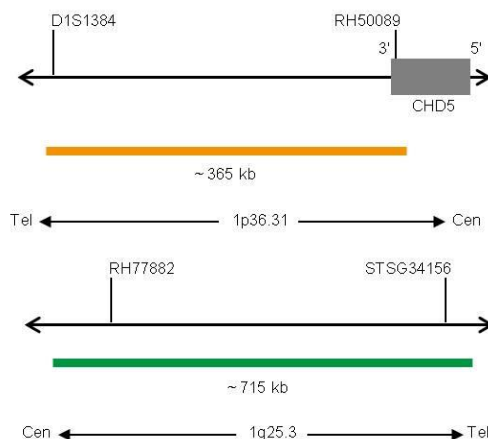

Fig. 1: Arriba: SPEC 1p36 Mapa de la sonda; abajo: SPEC 1q25 Mapa de la sonda (no está a escala)
- Polinucleótidos marcados en naranja (excitación a 547 nm/emisión a 572 nm) ZyOrange (~4,5 ng/μl), dirigidos a secuencias localizadas en 1p36.31* (chr1:5,808,946-6,176,336) (ver Fig. 1).
- Polinucleótidos marcados en verde (excitación a 503 nm/emisión a 528 nm) ZyGreen (~10 ng/μl), dirigidos a secuencias localizadas en 1q25.3* (chr1:184,271,714-184,986,522) (ver Fig. 1).